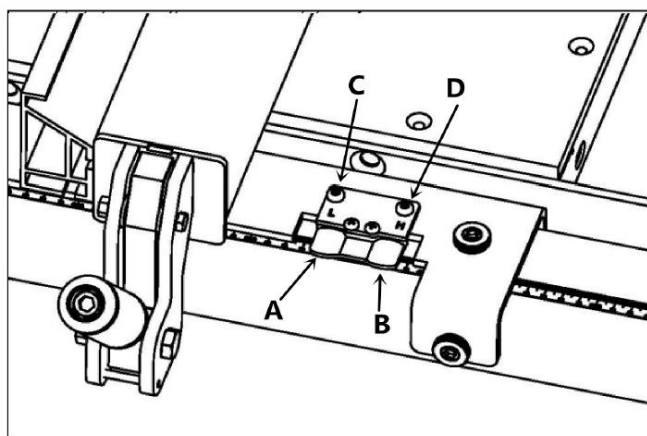

Рисунок 12
Станок оснащена параллельным упором с двумя окнами-указателями. Как показано на рис.12.
Установите параллельный упор в качестве высокого упора, как показано на Рис.12. Прижмите упор к пильному диску, убедитесь, что отметка "0" находится непосредственно под красной линией в окне указателя (B), при возникновении каких-либо отклонений ослабьте винты (C& D), микро-отрегулируйте окно так, чтобы красная линия на окне находилась над отметкой "0" на ленте, затем закрепите винты (C&D).